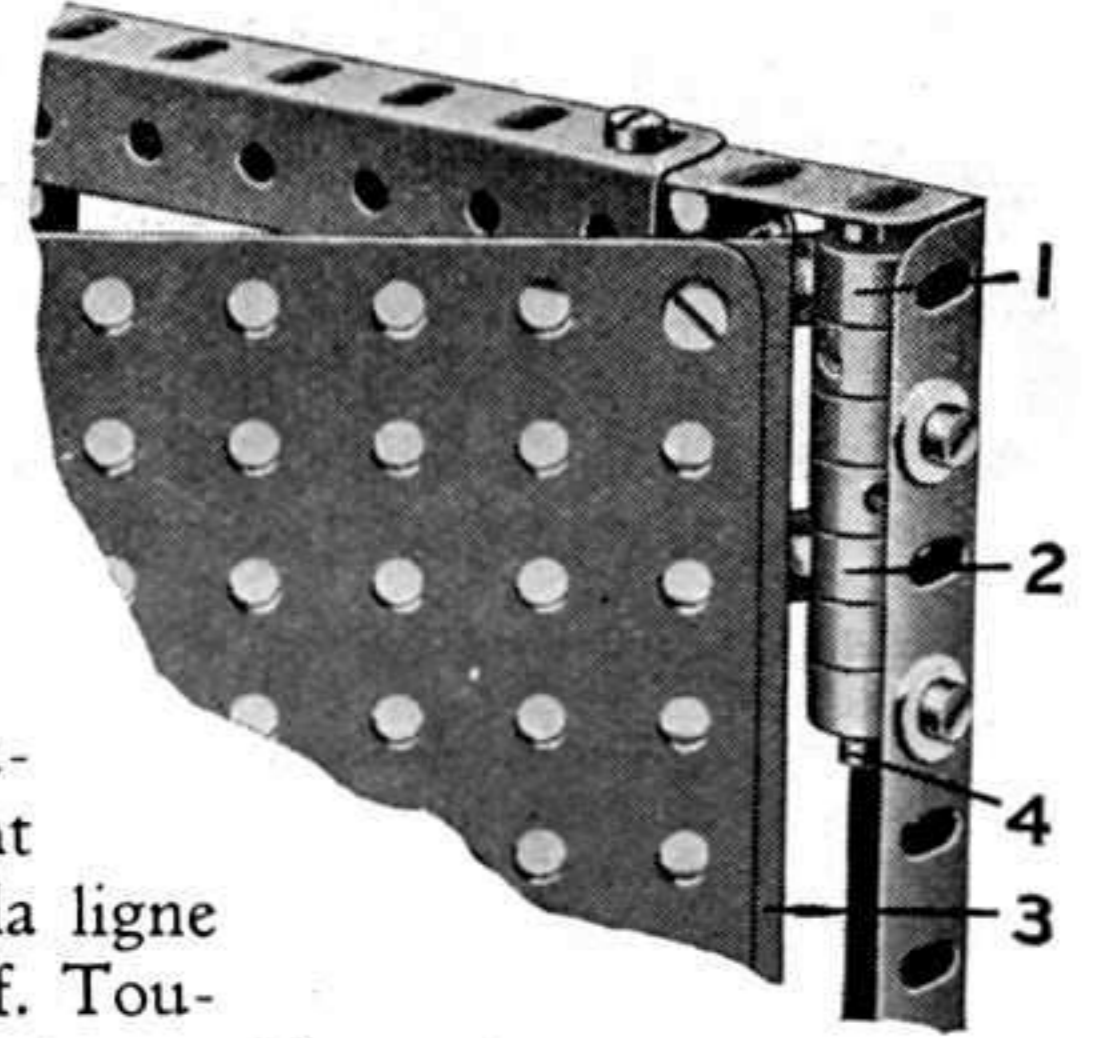

Fig. 8.
Les Bagues d'Arrêt sont, comme les Clavettes, destinées à tenir les arbres d'un mécanisme dans leurs supports ou à tenir des Bandes, Poulies, etc., libres sur des Tringles. Toutefois, leurs applications ne se bornent pas à ces fonctions essentielles. Nous avons vu, par exemple, dans le *M. M.* de juin des Bagues d'Arrêt dans le rôle de sabots de frein à expansion intérieure (fig. 9) et la figure 10 (voir également le *M. M.* du mois dernier). montre des Bagues d'Arrêt qui, fixées à la Bande de 6 cm. (3), servent de paliers à des essieux. Les boulons fixant les Bagues sont munis, sous leurs têtes, de Rondelles qui les empêchent d'exercer une pression sur les essieux. Sur la figure 8 plusieurs Bagues forment une Charnière, les Bagues 1 et 2 étant fixées à la porte 3 tandis que deux autres Bagues sont fixées au jambage et à la Tringle 4. Les trois Bagues qui restent servent simplement à ménager l'espace nécessaire entre les Bagues fixes.